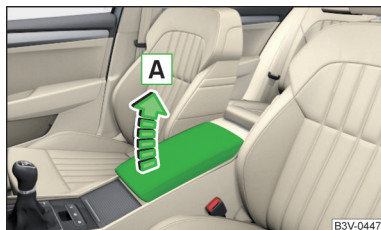

Fig. 73
- Para el **ajuste de altura**, elevar el apoyabrazos en el sentido de la flecha **A** en una de las posiciones de retención » fig. 73.